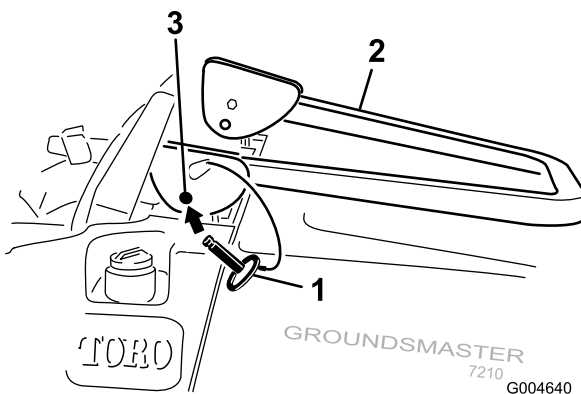

Figura 13
2. Baixe por completo a barra de segurança (Figura 13).